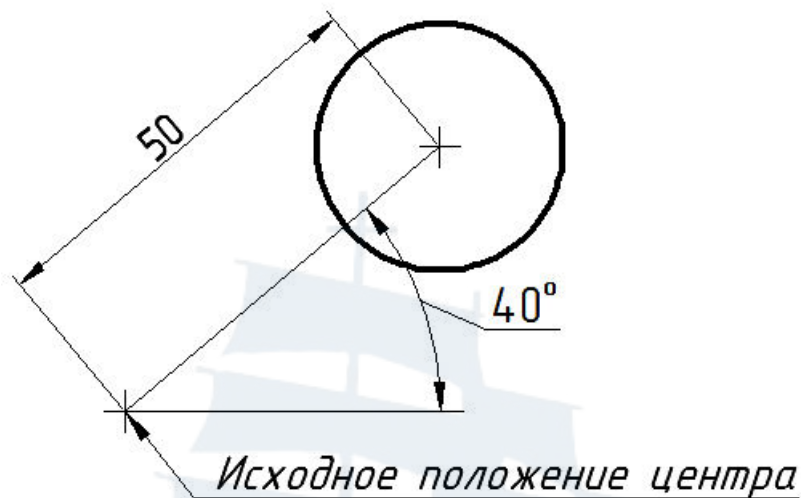

Рис. 112
**Перенести** → **Выделить окружность** → **Enter** → выбрать опцию **Смещение** → **Enter** → **50** (величина смещения, мм) **Tab 40** (угол смещения к горизонтали) → **Enter** (рис. 112).